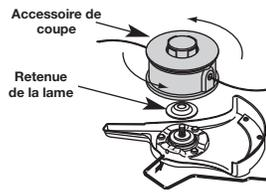

Fig. 12
5. Alignez le trou de la bague de l'arbre avec la fente de la tige de blocage, puis insérez la tige dans le trou. (Fig. 7). Placez la retenue de lame sur l'arbre de sortie, la partie plate reposant contre la bague de l'arbre tel qu'indiqué sur la Fig. 12. Vissez l'accessoire de coupe à gauche sur l'arbre. Vissez bien.
REMARQUE : la retenue de la lame doit être installée sur l'arbre de sortie dans la position indiquée pour que l'accessoire de coupe fonctionne correctement (Fig. 12).